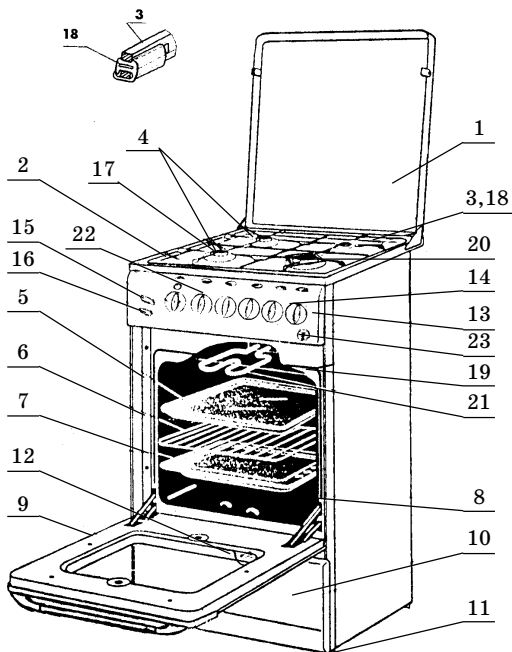

Рис. 1
5.1 Плита, различных исполнений, указанных в таблице 1, изображена на рис. 1.
5.3 На столе плиты для установки посуды имеется решетка поз.18 рис.1. Для посуды малого диаметра на решетку устанавливается конфорка поз.20.